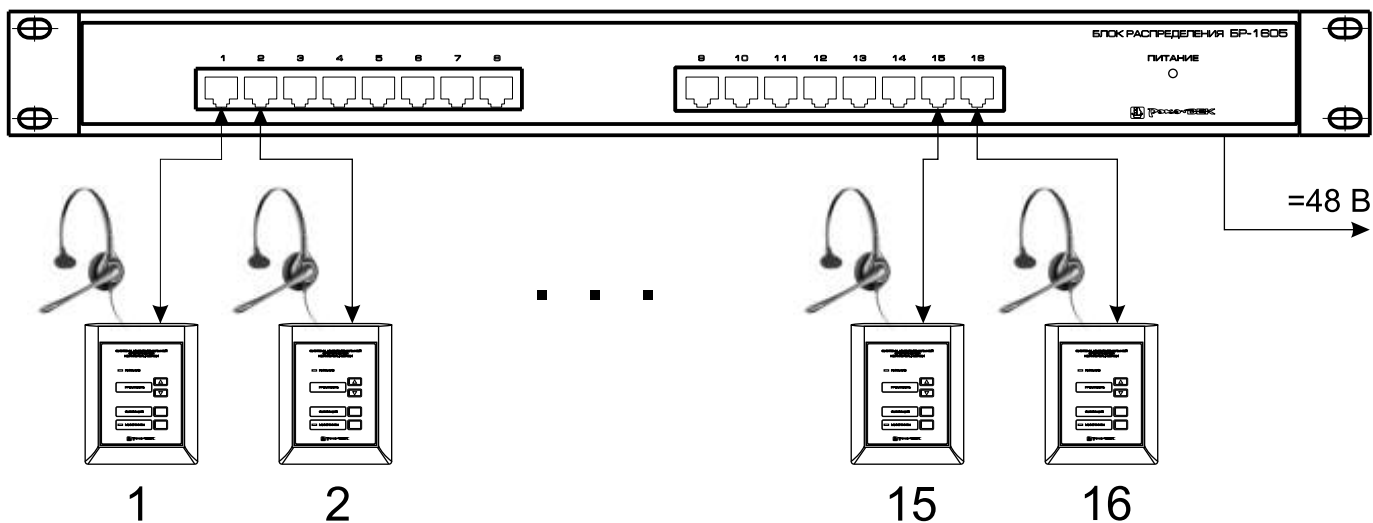
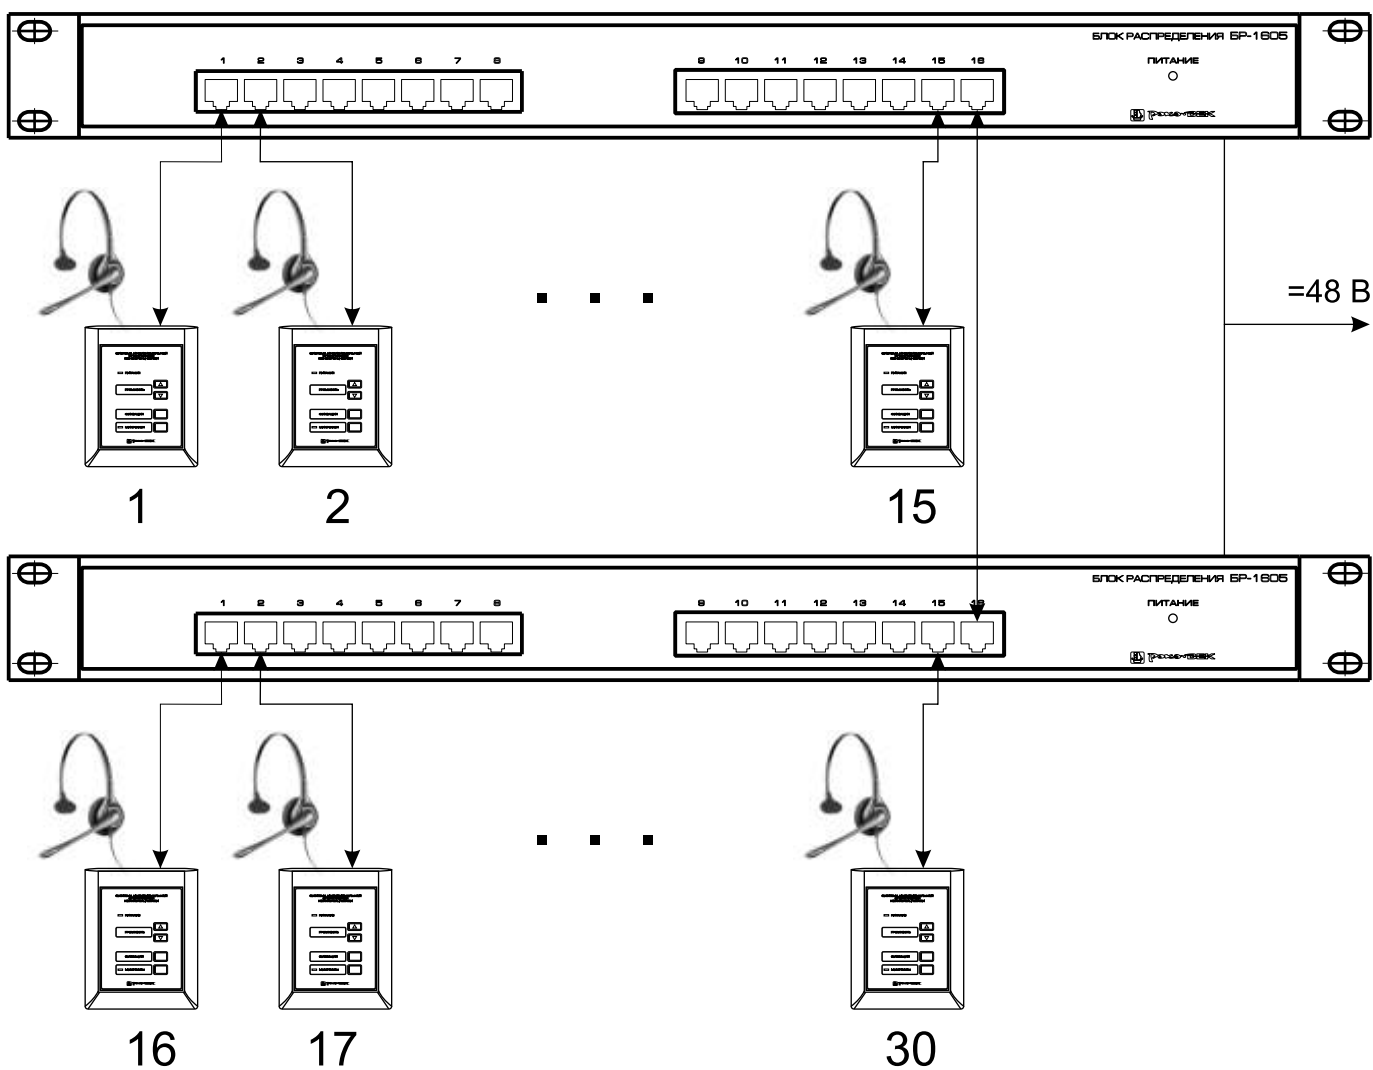

Рис.1
Рис.2
- 1 Произвести подключение в соответствии с рис. 1 или рис. 2 ПРИЛОЖЕНИЯ В.